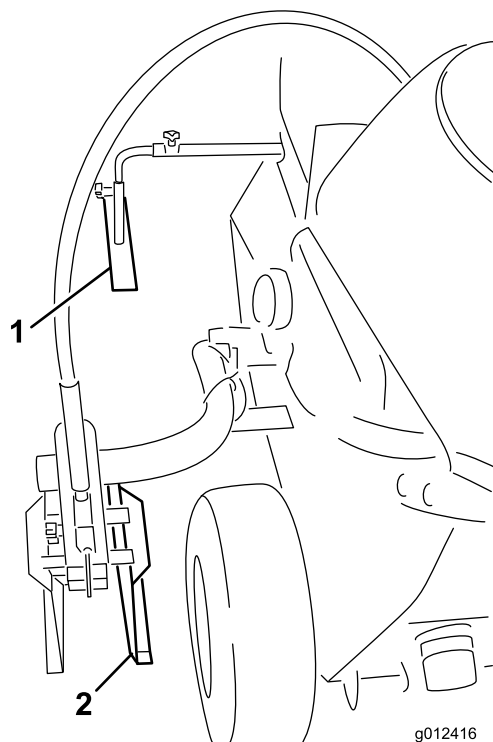

図 28
ガイド（図 28）は、オペレータが所定のラインを維持するのに便利な目印です。
1. ライン・マーカー（図 28）を取り付けチューブに固定しているネジをゆるめる。